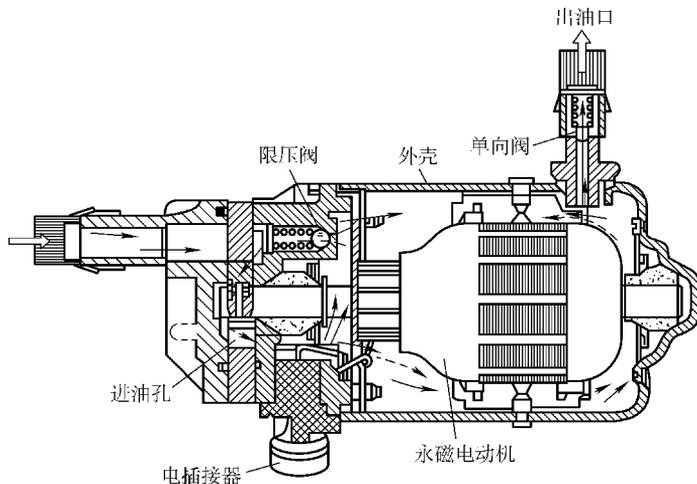

图 1-3 燃油泵结构
(1) 是否有电控燃油泵（图 1-3）工作的声音 起动前打开燃油箱盖，如电控燃油泵控制系统正常，而点火系统有故障，在起动时在燃油箱盖处应最少能听到燃油泵工作 2s 的泵油声音。如起动时听不到燃油泵的工作声，应检查燃油泵的继电器、熔丝和与其相关的电路，如上述均没有问题，说明故障在控制单元。